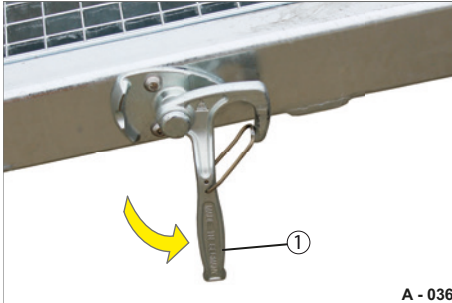

Abb. 38 Drehhebel-Verschluss umdrehen
- ▶ Drehen Sie den Drehhebel-Verschluss (Abb. 38/1) nach unten in die senkrechte Position.